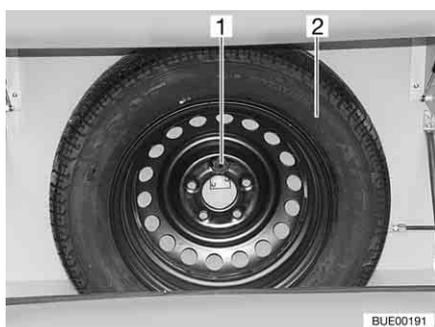

Fig. 236 Supporto per la ruota di scorta
Il supporto per la ruota di scorta è fissato nel vano portabombole. La ruota di scorta (Fig. 236,2) è disponibile con sovrapprezzo.
- Svitare il bullone (Fig. 236,1).
- Prelevare la ruota di scorta (Fig. 236,2).